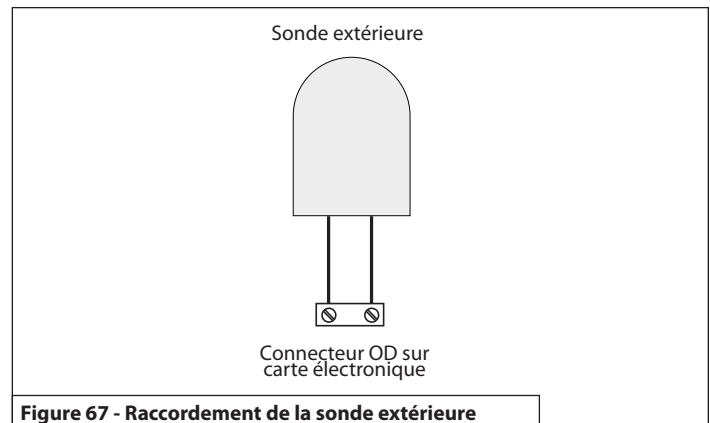

Figure 67 - Raccordement de la sonde extérieure
6. Ouvrez le couvercle du panneau de commande pour accéder à la carte principale. Voir Figure 67.